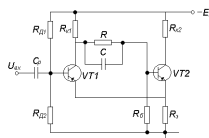

Рис. 1.21
21. Показать по схеме несимметричного триггера с эмиттерной связью (рис.1.21) через какие элементы схемы осуществляется